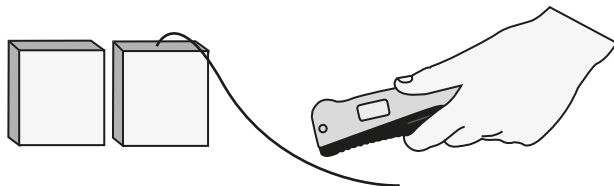

Рисунок 8
Сигнальная лампочка и звуковое устройство должны заработать, что и является подтверждением обнаружения переменного тока в проводнике. Тем же способом настройте регулятор (9) на состояние повышенной чувствительности (индикаторы должны информировать о нахождении переменного тока в проводке), ведите вдоль провода медленно, в месте разрыва провода сигнализирующая индикация пропадет (рис. 8).